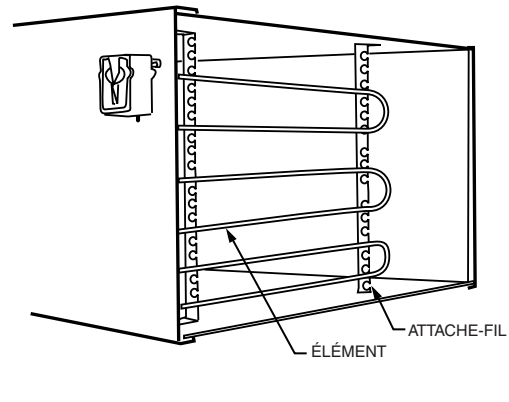

Fig. 10. Élément du capteur monté en gaine à l'aide d'un support de montage en métal perforé.
3. Passer l'élément sensible dans la gaine. Voir la Fig. 10.
5. Placer l'élément dans la gaine de manière à permettre la lecture de la température de l'air dans la gaine. Se reporter aux Fig. 10 et 11 pour les installations types en gaine.